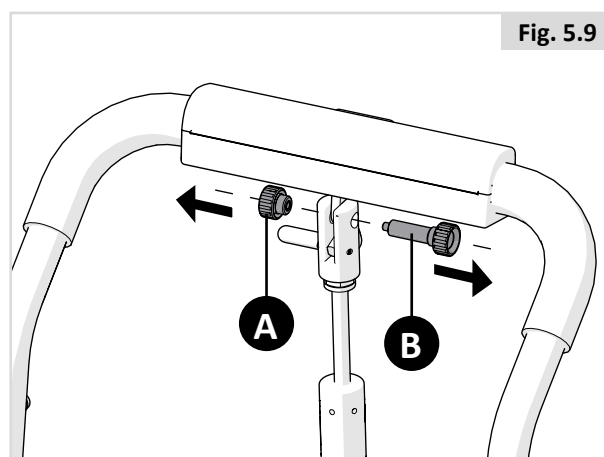

Fig. 5.9
Per piegare lo schienale (vale sia per gli schienali regolabili manualmente, sia per quelli a reclinazione elettronica) svitare la vite di plastica a testa zigrinata (A) ed estrarre completamente l'altra vite a testa zigrinata con l'asse (B) (Fig. 5.9).